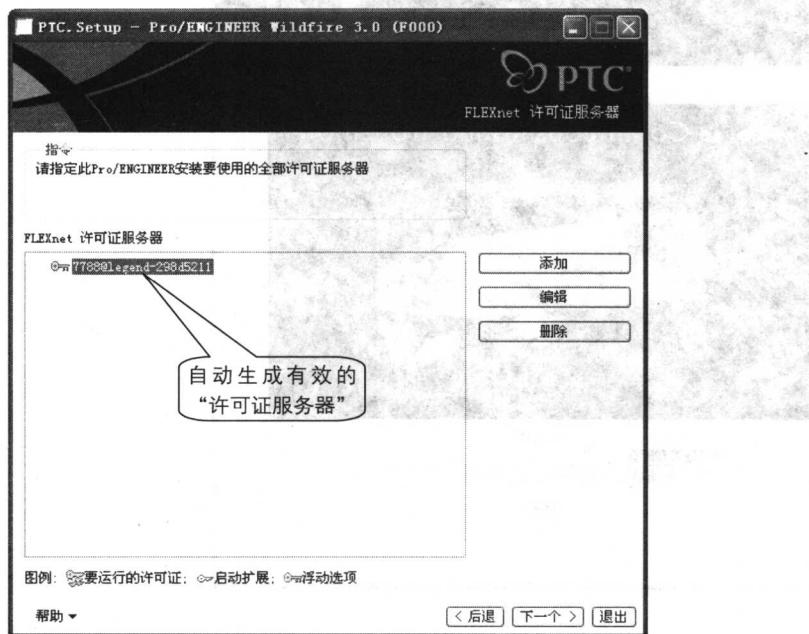

图 1-10
- ⑦ 单击**下一个**按钮，进入许可证服务器界面，如果之前 Server 安装无问题，在此界面上将自动生成有效的许可证服务器，如图 1-10 所示。